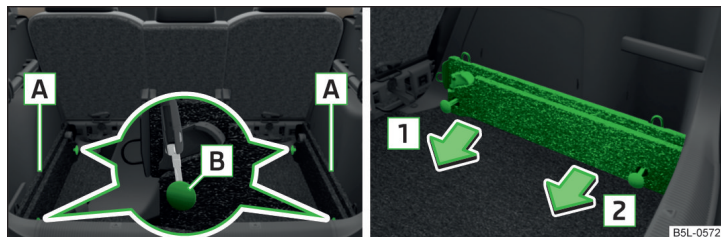

Fig. 105 Soltar los puntos de retención/retirar las guías portantes
- Suelte los puntos de retención **B** » fig. 105 en las guías portantes con la llave del vehículo o con un destornillador plano.
- Presione los dos puntos de fijación **B** » fig. 105 en cada guía portante hasta el tope.